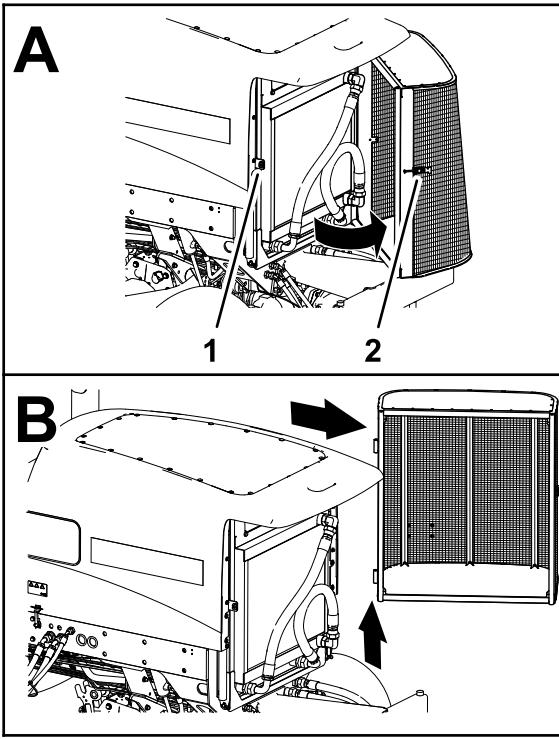

Bild 145
2. Entriegeln und öffnen Sie das hintere Gitter (Bild 145).